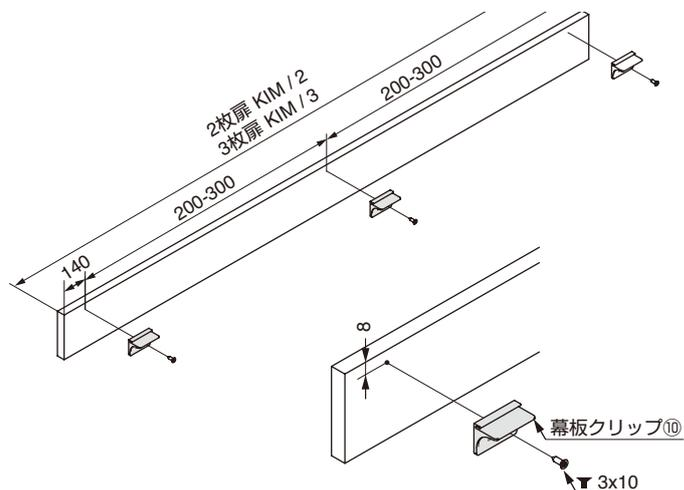

図 2-6-1
(1)幕板の裏側に、幕板クリップ⑩を図 2-6-1のように止めてください。